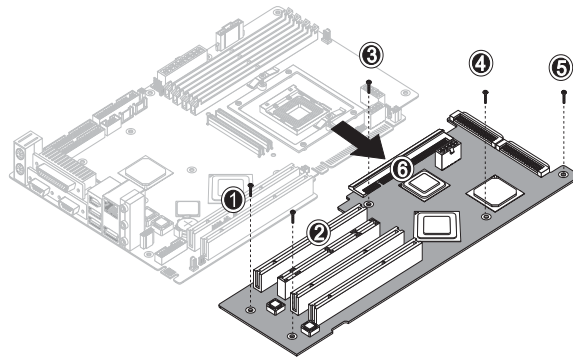

FIGURA 4-27 Liberación de los tornillos de fijación y retiro de la placa de extensión
7. **Libere los 5 tornillos que fijan la placa de extensión al chasis del sistema (véase (1) a (5) en la FIGURA 4-27).**
8. **Ejerza presión hacia adentro sobre la lengüeta negra de plástico que sobresale del extremo de la pata de la esquina posterior y la ranura de tarjeta PCI más cercana (6).**